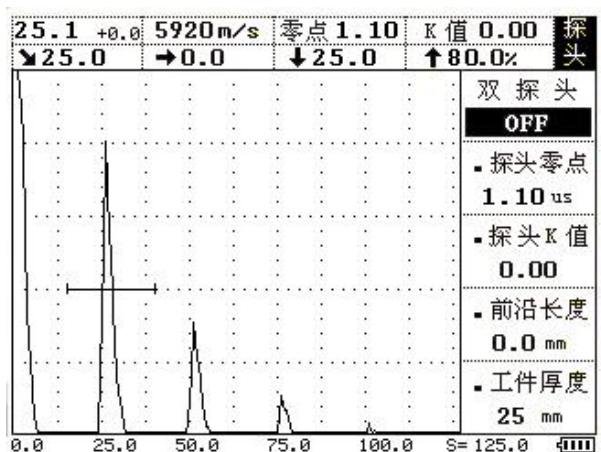

图 4-3
- 4、设置 a 阀门锁定第一个回波。按  键让其最高回波达到屏幕的 80%。在屏幕的左上角显示声程值，如这一数值不等于 25mm，按  菜单，再按  (上) 或  (下) 键调整到工件厚度子菜单，再用用  (左) 或  (右) 键将厚度调整为 25.0mm。再按  (上) 或  (下) 键调整到探头零点子菜单。再用  (左) 或  (右) 键调整，直到使数值等于 25mm。此时的探头零点即为校准后的零点。如图 4-3 所示。